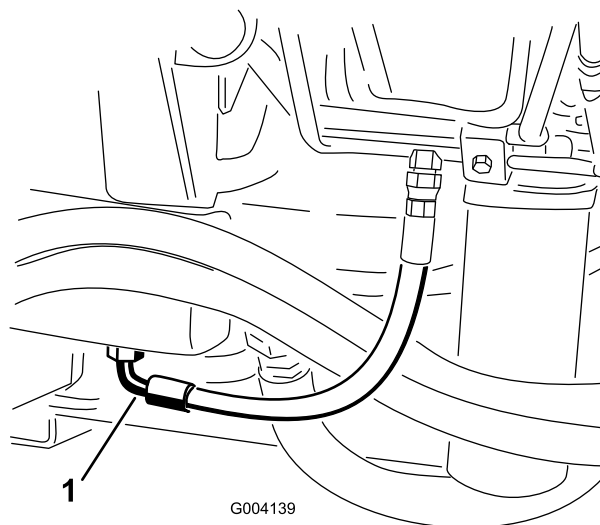

Figura 55
2. Collocate una bacinella di grandi dimensioni sotto il raccordo previsto sulla base del serbatoio del fluido idraulico (Figura 55).